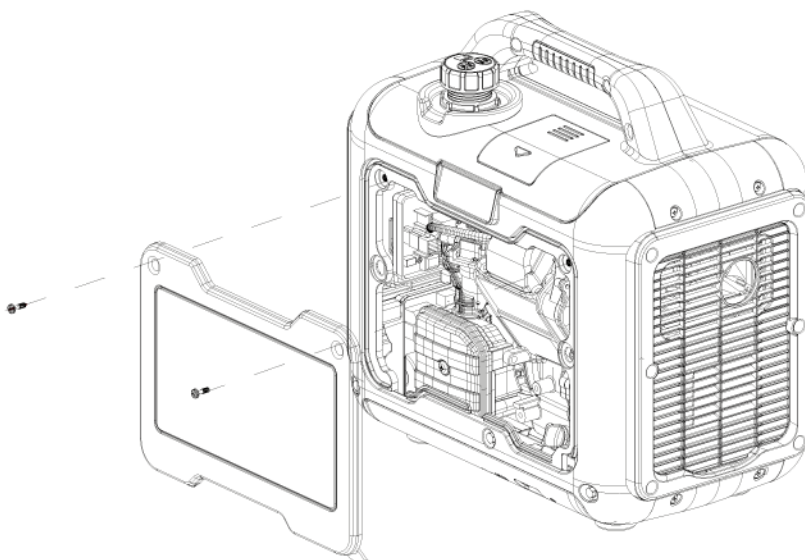

Fig. 1
- Retire los tornillos que sujetan la tapa del filtro de aire (Fig. 1).
1. Gire el control del cebador (**Fig. 1**) a la posición **CEBADOR**. Si el motor está caliente, colóquelo en la posición **FUNCIONAMIENTO** (**Fig. 4**).
1. Para apagar el generador, gire el control del cebador (**Fig. 1**) a la posición **APAGADO**. La máquina reducirá su velocidad y luego se detendrá.